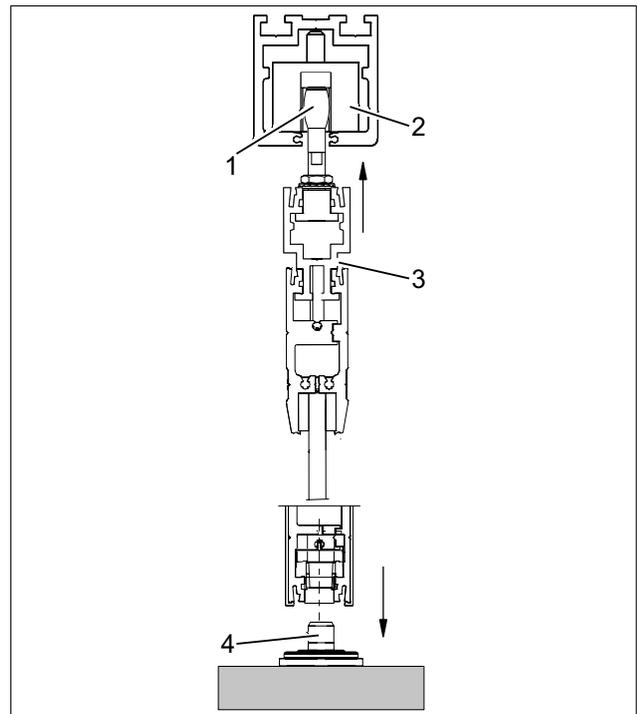

Abb. 24 Drehendflügel einsetzen
2. Den Bolzen (Abb. 24/1) in das obere Drehlager (Abb. 24/2) einführen. Dabei die Unterseite des Drehendflügels (Abb. 24/3) auf das Bodenlager (Abb. 24/4) absetzen.